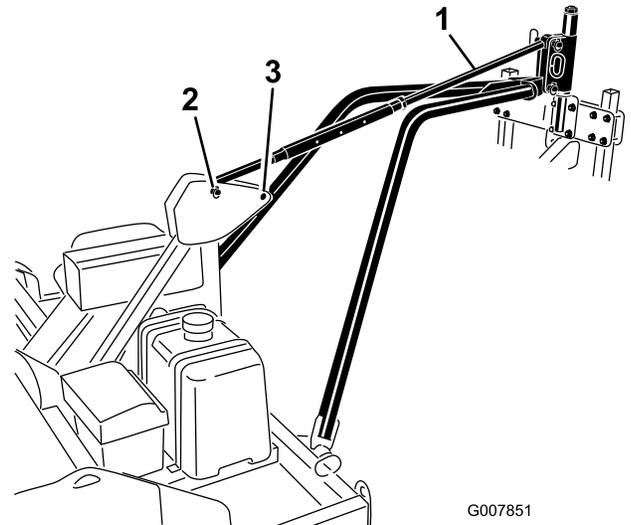

Figure 14
5. Alignez le trou dans la plaque d'attache des bras de remorquage sur les trous inférieurs du pivot d'attelage de l'aérateur (Figure 14). Fixez la plaque d'attache au pivot d'attelage avec une goupille d'attelage et une goupille à anneau.
châssis à l'aide des goupilles d'attelage et des goupilles à anneau (Figure 14).